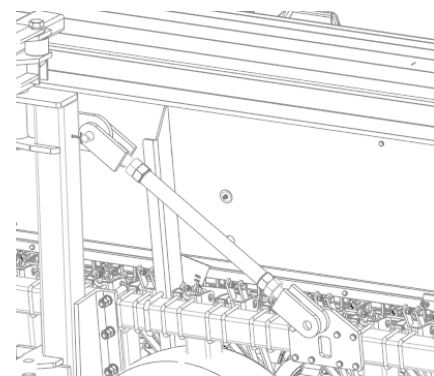
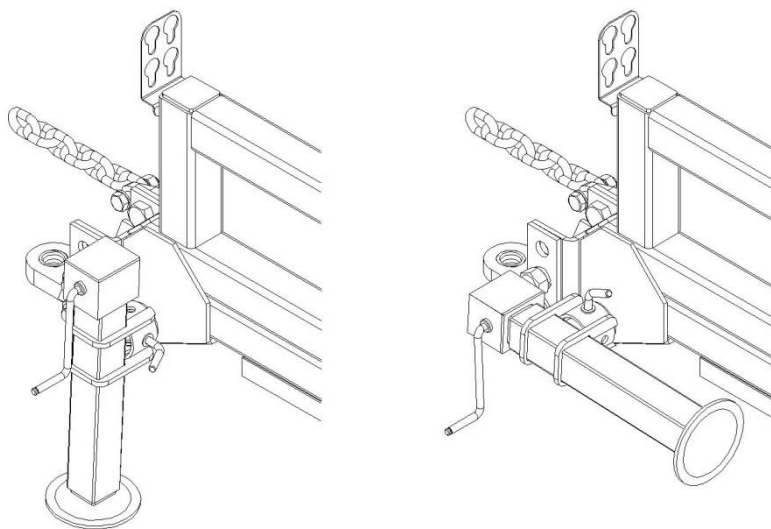

Рисунок 25.
Рисунок 26. Стояночное и транспортное положение домкрата.
2. При складывании сеялки рама стабилизатора должна быть на одном уровне с гнездом впереди основной рамы, (Рис.25). Если они царапают крыло на дышле, то бункеры могут быть опущены или подняты регулировкой крыла установочной винтовой стяжкой, (Рис. 26).
3. Создайте гидравлическое давление в системе подъёма и опускания. Подъём сеялки может понадобиться для освобождения транспортировочных стопорных штифтов в вертикальных трубах для их извлечения. Установите штифты в транспортировочное положение, как показано на Рис. 25. Сложите крылья сеялки, используя гидравлические цилиндры. Делайте это очень медленно и осторожно. Если эту процедуру выполнять быстро и небрежно, могут возникнуть значительные повреждения.
2. Для предотвращения возможного повреждения в случае возникновения неисправности гидравлической системы во время транспортировки **ВСЕГДА** вставляйте транспортировочные стопорные штифты, (Рис. 25),